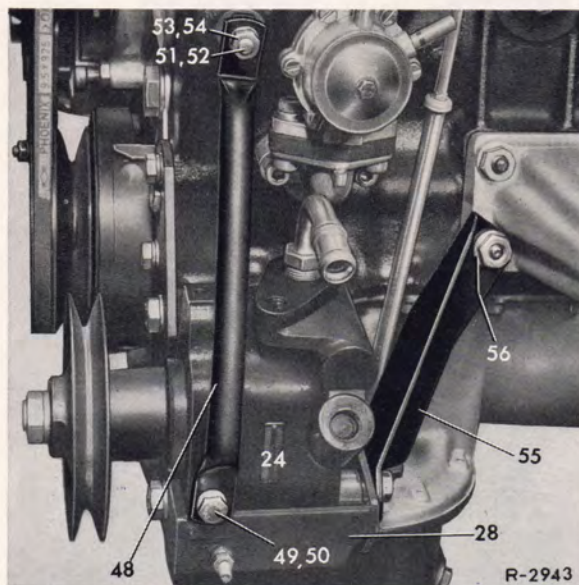

Bild 46-5/5
13. Beim Typ 230 Ölbehälter (28) unter Verwendung der O-Ringe (29) und (30) mit den vorhandenen Befestigungsschrauben im Ölbehälter auf die Druck-Ölpumpe montieren. Anschließend Druck-Ölpumpe (24) in den Träger (28) bzw. (31) einsetzen und mit den Teilen Pos. 38 bis 47 bzw. 40 bis 48 so befestigen, daß die Druck-Ölpumpe im Träger noch leicht schwenkbar ist (Bild 46-5/4, 5 und 6).
14. Riemenscheibe (25) auf die Antriebswelle der Druck-Ölpumpe mit der Sechskantmutter (26) und Federring (27) montieren (Bild 46-5/7 bzw. 8).
15. Bei den Typen 190DC und 200D in die bereits vorhandenen Gewindelöcher vorn am Zylinderkurbelgehäuse die Stiftschrauben (32) unter Verwendung von Dichtungsmasse einschrauben (Bild 46-5/4, 5 und 7).